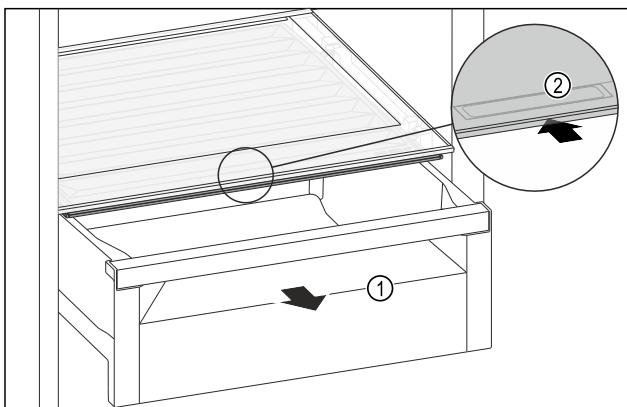

Fig. 104
- ▶ Extracteți sertarul Fig. 104 (1).
- ▶ Prindeți mânerul încastrat Fig. 104 (2) de la capacul compartimentului și glisați concomitent capacul compartimentului spre partea posterioară.